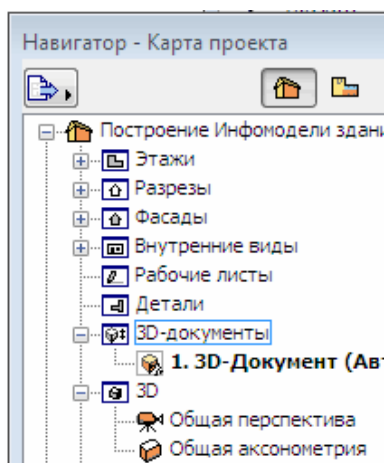

Рис. 145
4. Перейдите к карте проекта навигатора, найдите папку **3D-документы** (рис. 145). Щелкните правой клавишей мышки на имени этой папки и в открывшемся контекстном меню выберите команду **Новый 3D-документ**.